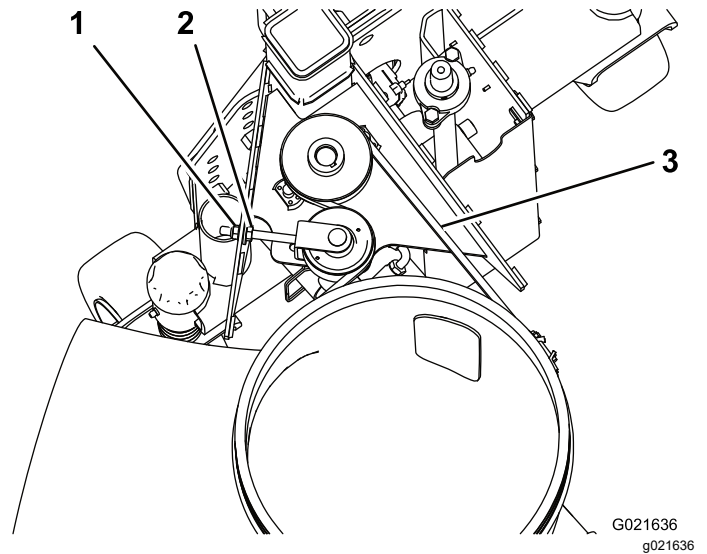

Figura 28
1. Presione la correa en el centro del tramo más largo con una fuerza de 30 N·m (Figura 28).
3. Afloje la tuerca hexagonal y apriete la tuerca con arandela prensada para aumentar la tensión de la correa (Figura 28).